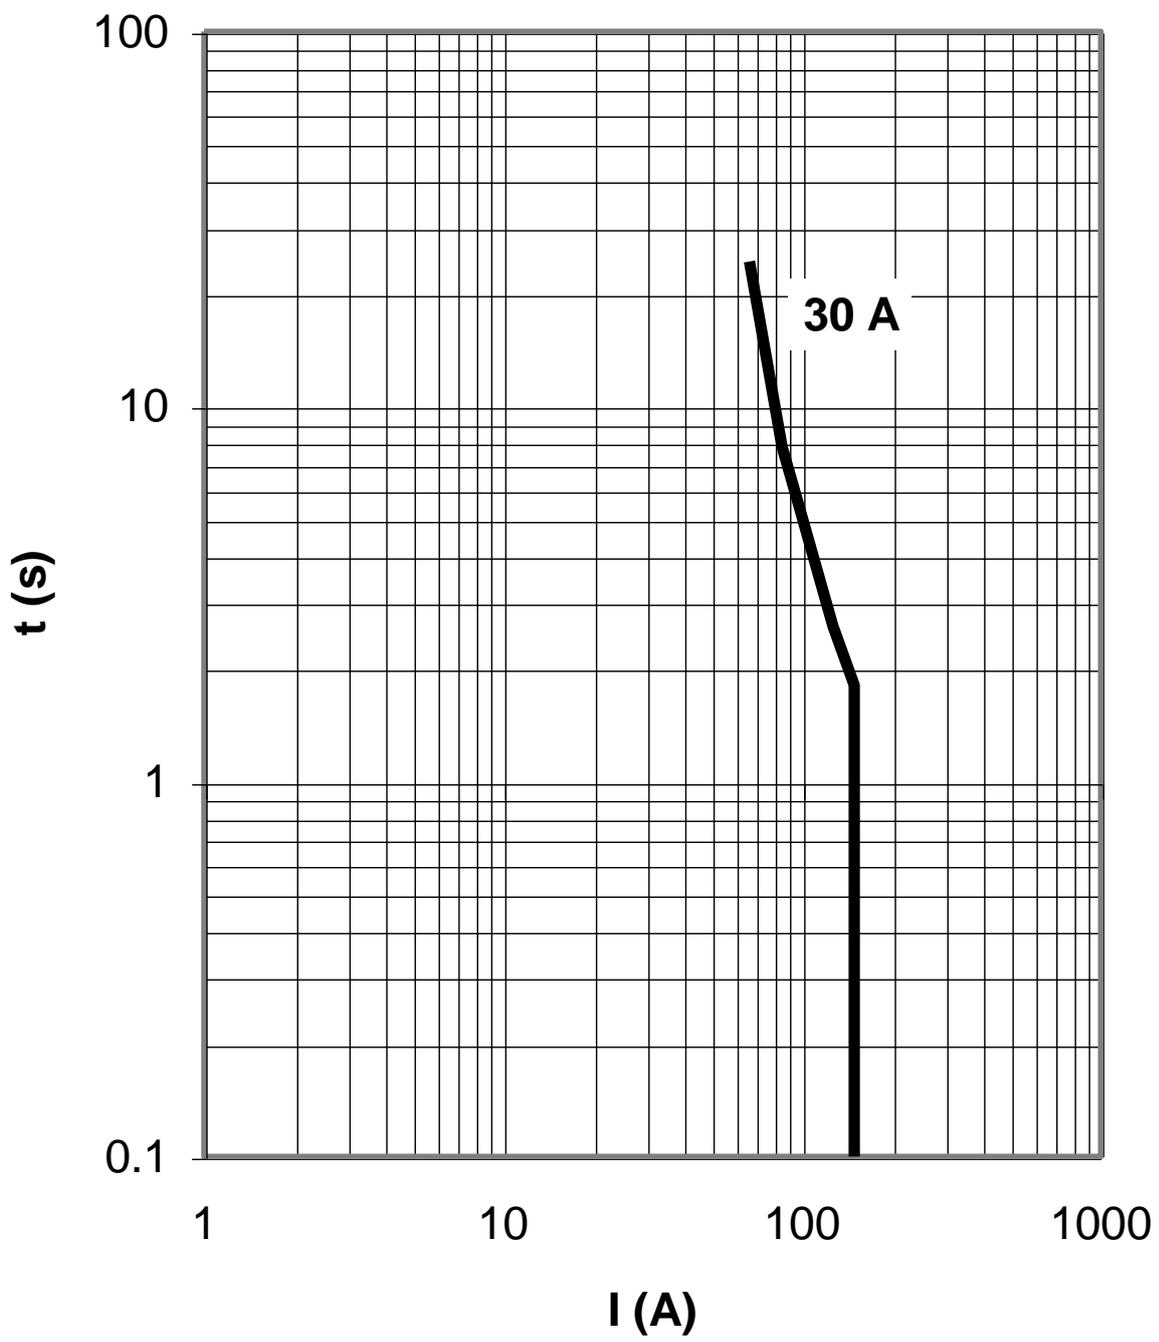

Figura 6
4.2 - Levante a curva tempo x corrente do disjuntor de 15A, a partir do valor de corrente determinado no item anterior e diminuindo sucessivamente a corrente. Considere um mínimo de 5 pontos até o limite inferior de 25 A. Complete a Tabela 3 e trace o gráfico tempo x corrente na Figura 6.
5.1 - Considerando a equação de aquecimento fio isolado ao ar livre (Eq. (1)), preencha a primeira coluna da Tabela 4, supondo que o fio parte sempre da temperatura ambiente e alcança a temperatura máxima ($T_{cond_max} = 70\text{ °C}$) após o tempo especificado. Trace na Figura 6 a correspondente curva tempo x corrente.
Utilize a equação acima para preencher a segunda coluna da Tabela 4. Trace na Figura 6 a correspondente curva tempo x corrente. NB: Demonstra-se facilmente que, num papel log-log, a Eq. (6) é representada por uma reta com inclinação de aproximadamente 117°.
5.3 - Utilizando o gráfico da Figura 6, verifique: